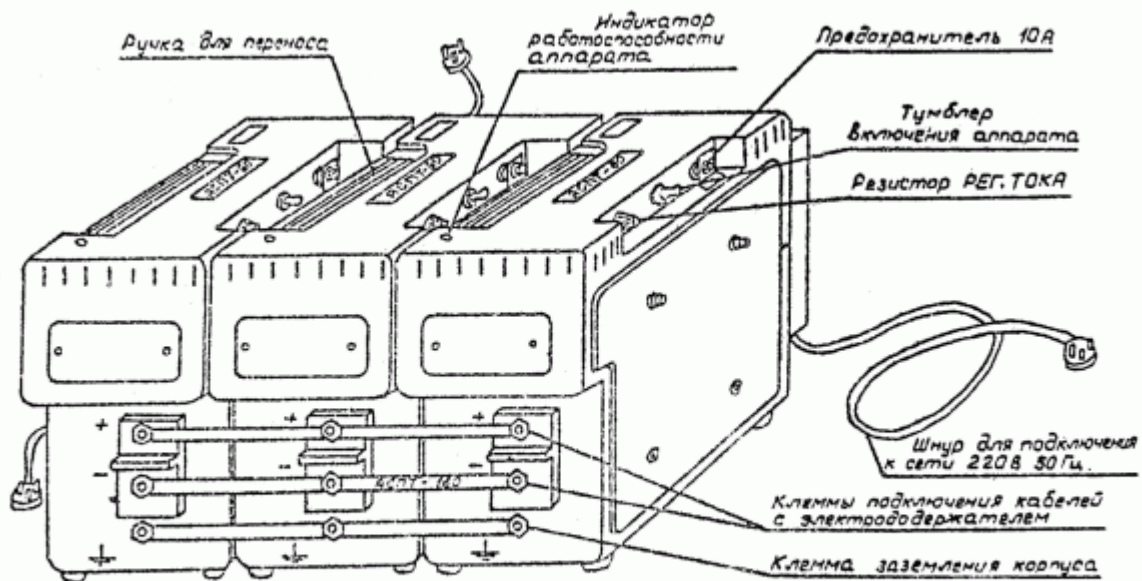

Рис. 4. Общий вид аппарата АСПТ-180
4.3.1.1. Общий вид аппарата приведен на рис.4.
4.3.1.2. Конструктивно он представляет собой сварочный агрегат, состоящий из трех аппаратов АСПТ-60, у которых корпуса соединены между собой специальными узлами крепления, выходные клеммы - запараллелены электрическими шинами (см. рис.4). Сетевые шнуры аппарата АСПТ-180 подключаются параллельно к трем розеткам однофазной электросети или трехфазной сети, каждый составляющий аппарат АСПТ-60 к "своей" фазе. Для более удобного подключения составных частей аппарата АСПТ-180